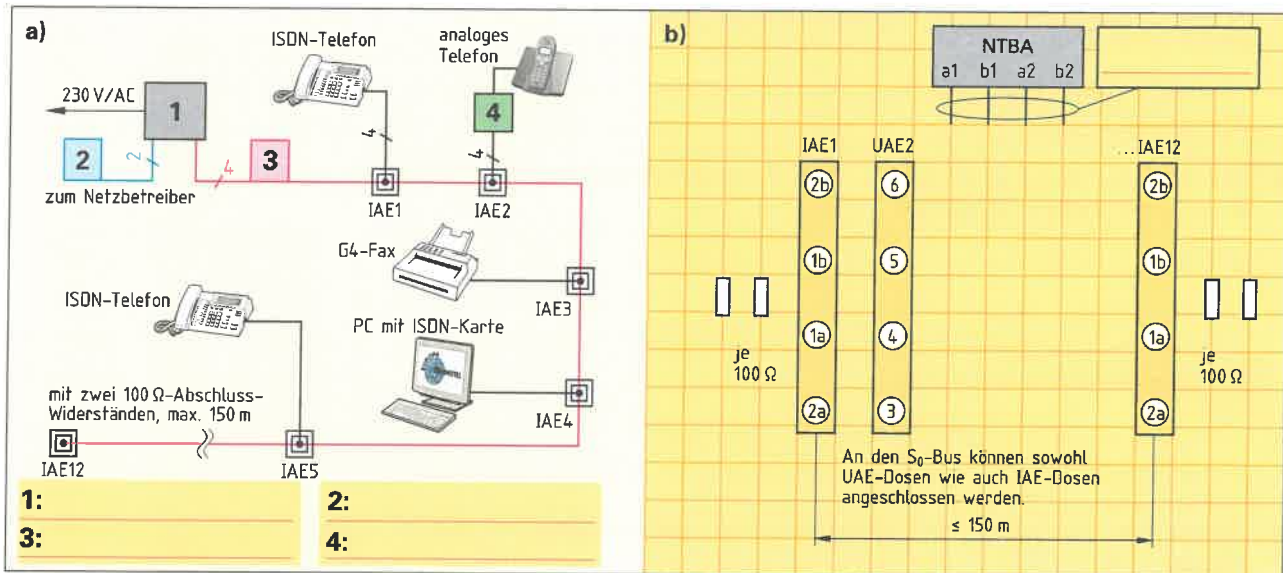

Bild 1: ISDN-Mehrgeräteanschluss
10. Bei einem ISDN-Mehrgeräteanschluss (Bild 1) werden mehrere Endgeräte, z. B. ISDN-Telefon und PC, an einem ISDN-S₀-Bus betrieben. Ergänzen Sie
- a) im Übersichtsschaltplan (Bild 1 a) die fehlenden Bezeichnungen 1 bis 4 und
- b) im Stromlaufplan (Bild 1 b) die fehlenden Verbindungen und die Bus-Bezeichnung.